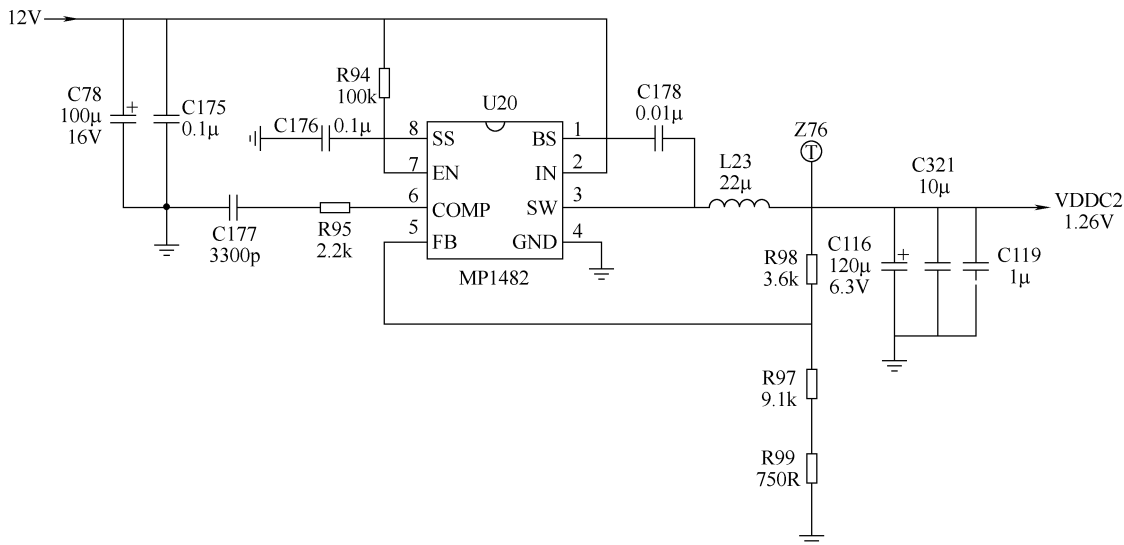

图 6-30 U20 及其外围元器件
【附注】1) 该故障机检测屏中心板供电 12V 电压正常；U21 供电脚 3.3V、1.8V 电压正常；U20③脚电压偏低（正常为 1.26V）。2) U20 及其外围元器件如图 6-30 所示。